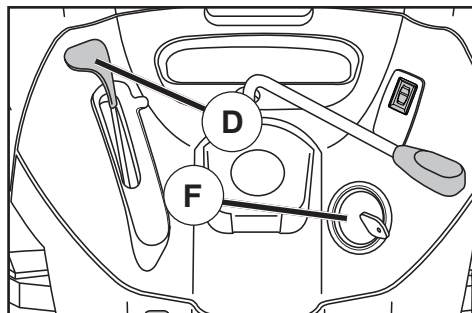

Fig. 6
- Mover la palanca de mando entre la posición (D) de velocidad media y máxima (rápida).
- Gire la llave de ignición (F) a la posición de apagado "STOP" y remueva la llave al abandonar el tractor para evitar el uso no autorizado.
### PARA USAR EL CONTROL DE LA ACELERACIÓN (D) (Vea Fig. 6)